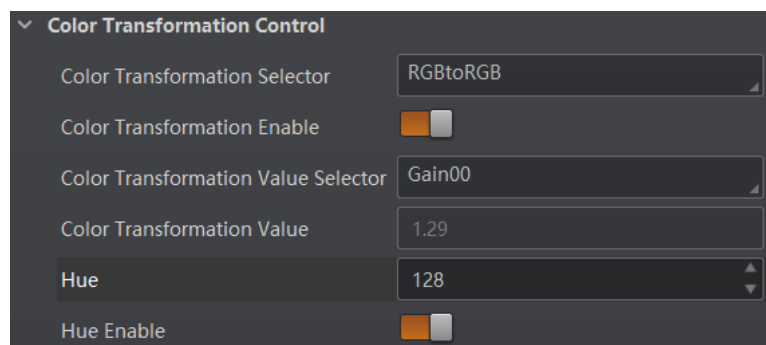

图7-42 调节色调
3. 在 *Hue* 参数中输入需要设置的数值，参数范围为 0~255，如图 7-42 所示。